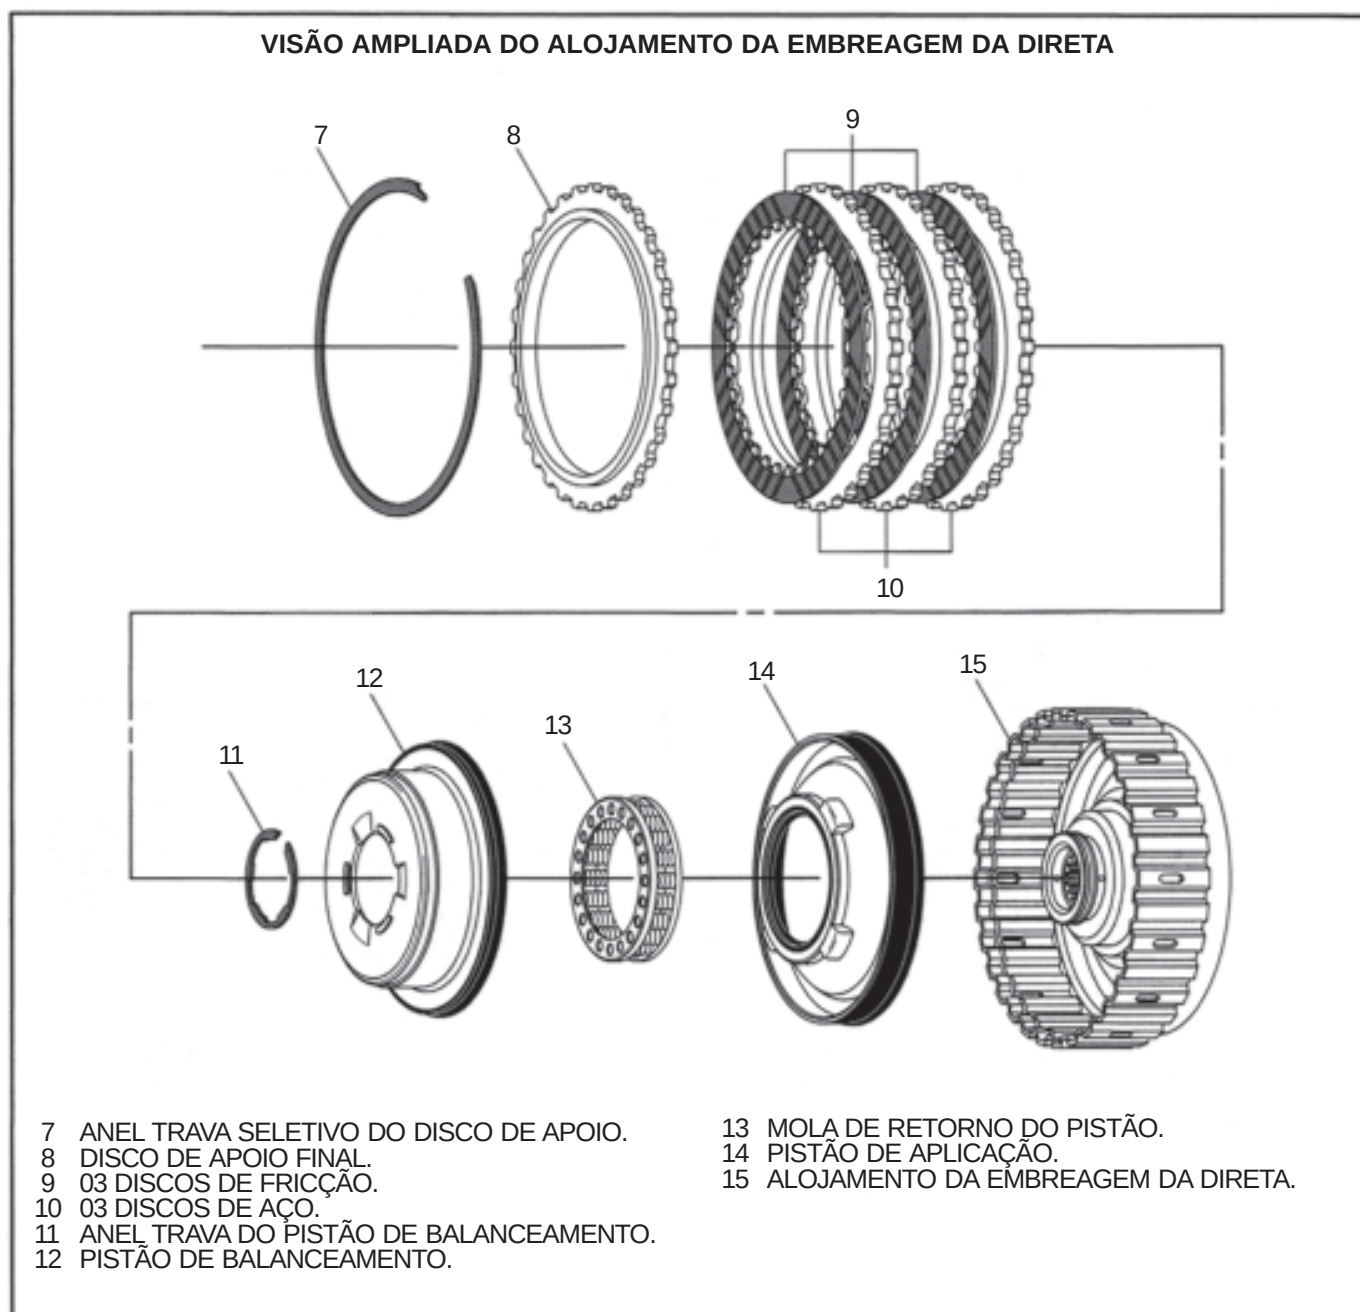

Figura 76
1. Desmonte o alojamento da embreagem da direta utilizando a Figura 76 como guia.